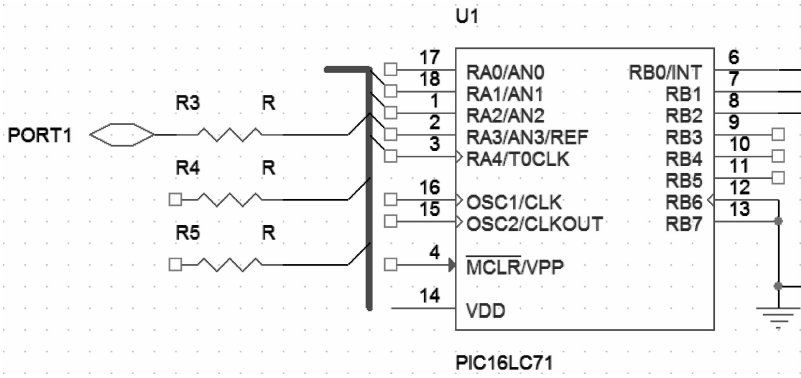

图 6-27 放置输入输出端口
6. 单击  按钮，退出对话框，在鼠标上显示浮动的端口符号，移动光标到需要放置端口的地方，单击鼠标即可完成放置，如图 6-27 所示。此时鼠标仍处于放置端口的状态，重复操作即可放置其他的端口符号。